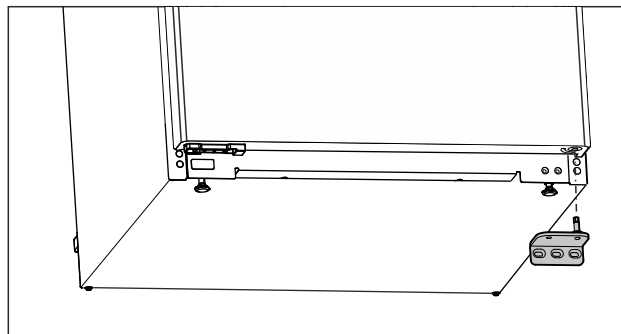

Fig. 16
- ▶ Sejměte stojan ložiska směrem dolů. (viz Fig. 16)